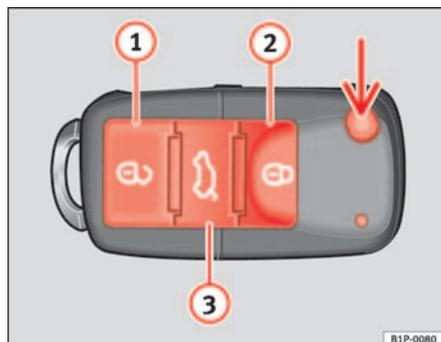
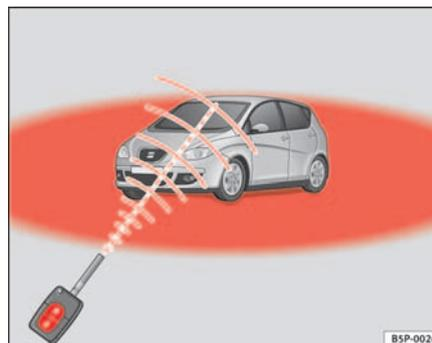

Fig. 64 Teclas de la llave con mando a distancia
Fig. 65 Radio de acción del mando a distancia por radiofrecuencia
Con la tecla ⇒ fig. 64 (flecha) del mando, se desbloquea el paletón de la llave.
Desbloqueo del vehículo ⇒ fig. 64 ①.
Bloqueo del vehículo ⇒ fig. 64 ②.
Desbloqueo del portón trasero. Pulse la tecla ⇒ fig. 64 ③ hasta que todos los intermitentes del vehículo parpadeen brevemente. Al pulsar la tecla de desbloqueo ③, dispone de 2 minutos para abrir el portón. Una vez transcurrido este tiempo se bloqueará de nuevo.
Además, el testigo de la pila de la llave ⇒ fig. 64, parpadea.
Pulsando una vez la tecla ⇒ fig. 64 ①, se abrirá sólo la puerta del conductor, permaneciendo el resto cerradas.
Pulsando dos veces la tecla  ⇒ página 102, fig. 64 , se desbloquearán todas las puertas.
- El mando a distancia por radiofrecuencia funciona únicamente dentro de su radio de acción ⇒ página 102, fig. 65 (zona roja).
- Utilice las dos llaves que se entregan con el vehículo, la llave provista de emisor de radiofrecuencia y la llave convencional ⇒ página 102, fig. 64 ⇒ página 102, fig. 65.
⇒ página 102, fig. 64 ⇒ página 102, fig. 65 desde la cerradura de la puerta del conductor.